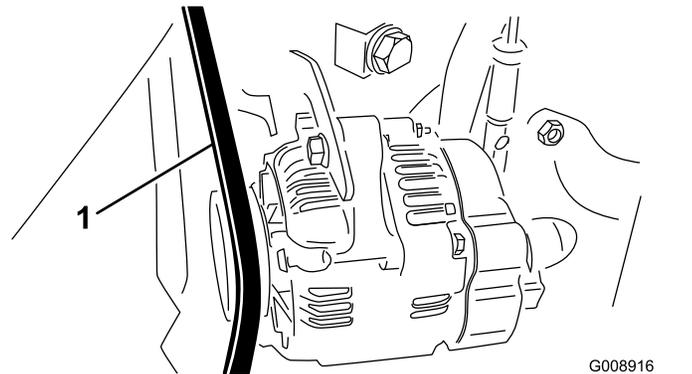

Figura 70
2. Compruebe la tensión flexionando la correa del alternador/ventilador en el punto intermedio entre las poleas del alternador y del cigüeñal con una fuerza de 30 N·m (Figura 70).